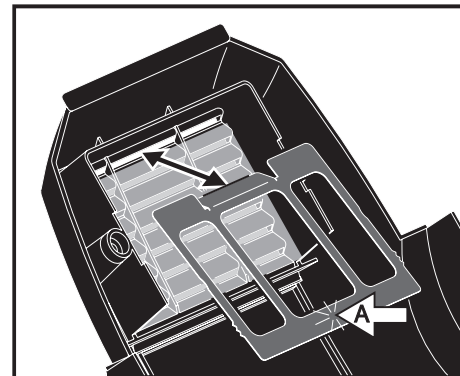

Figure 11: Remontage du filtre à air
7. Remontez le filtre à air sur le capot inférieur : positionnez-le sur la grille, glissez l'onglet sous la dernière fente de la grille et verrouillez le clip en appuyant sur le filtre (A, Figure 11).